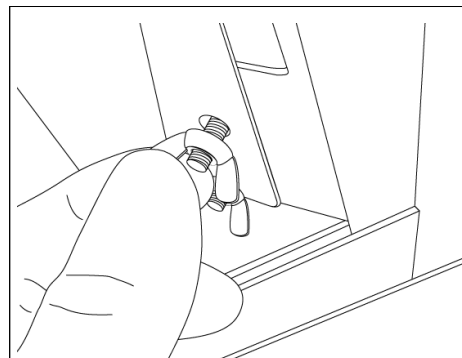

Figura 6-2
4. Afloje las tuercas de mariposa en el soporte de la bombilla fin de acceder a ella (Figura 6-2).